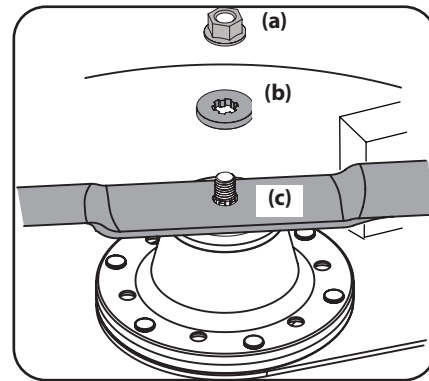

Figura 3
Nota: Antes de reemplazar su cuchilla con orificio redondo, verifique su tractor para ver si la arandela (b) está instalada entre la cuchilla (c) y la tuerca (a) como se ilustra en la Figura 3. Si la arandela (b) no está, vaya a la sección Cuidado de las cuchillas - Sin arandela. Si la arandela (b) está presente, vaya a la sección Cuidado de las cuchillas - Con arandela.
2. Quite la tuerca de seguridad con reborde (a) y la arandela plana (b) del eje del husillo y extraiga la cuchilla (c). Consulte la Figura 3.